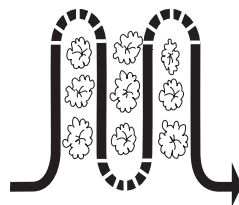

Figure 19
- Lorsque vous labourez le sol autour des plantes, réglez la profondeur de labourage entre 1 et 2 po. Voir la Figure 19. Utilisez un réglage de très faible profondeur pour éviter d'abimer les racines des plantes qui poussent souvent près de la surface. Si nécessaire, soulevez le guidon légèrement pour empêcher les dents de creuser trop profondément. (Le labourage, effectué régulièrement, en plus d'éliminer les mauvaises herbes, ameublir et aère le sol ce qui permet une meilleure absorption de l'eau et une croissance plus rapide des plantes). L'arrosage de la zone à labourer quelques jours avant le labourage, de même que laisser la terre reposer pendant un jour ou deux avant d'effectuer le dernier passage en profondeur, facilitera le travail.